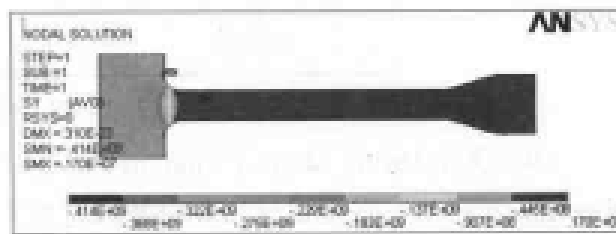

图 13-46 轴向应力场分布等值线图
(5) 选择 Main Menu | General Postproc | Plot Result | Contour Plot | Nodal Solu 命令, 出现 Contour Nodal Solution Data 对话框, 选择 Nodal Solution | Stress | Y-Component of stress 选项, 单击 OK 按钮, ANSYS 窗口显示轴向应力场分布等值线图, 如图 13-46 所示。